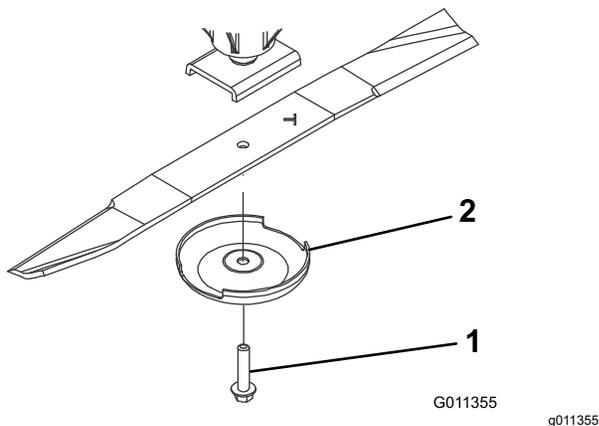

Figura 72
3. Segure a extremidade da lâmina utilizando um trapo ou uma luva grossa e retire o parafuso da lâmina, recipiente antidanos e a lâmina do veio do eixo (Figura 72).
4. Instale a lâmina, com a aba voltada para a plataforma de corte, com o recipiente antidanos e o parafuso da lâmina (Figura 72).